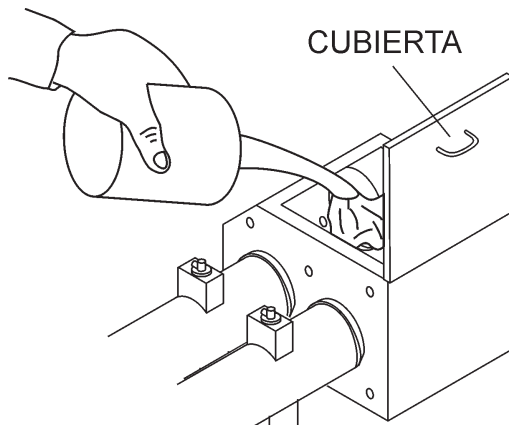

Figura 15. Llenado de la caja de lubricación
15. Revise el nivel de aceite en la **caja de lubricación**. Si esta bajo, llene hasta 11.35 litros (3 galones) de aceite de motor SAE #30 (Figura 15). El nivel de aceite debe revisarse todos los días. A la caja de lubricación se le debe dar servicio, como se describe en la sección de mantenimiento.